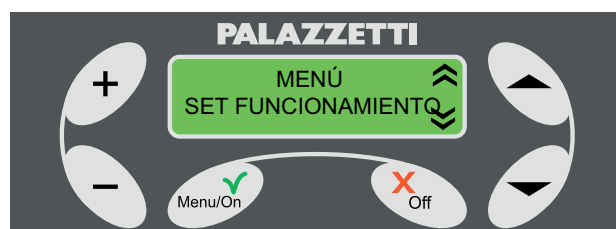

Fig. 1.7.1
- 1) mostraren pantalla “MENÚ SET FUNCIONAMIENTO” Fig. 1.7.1;